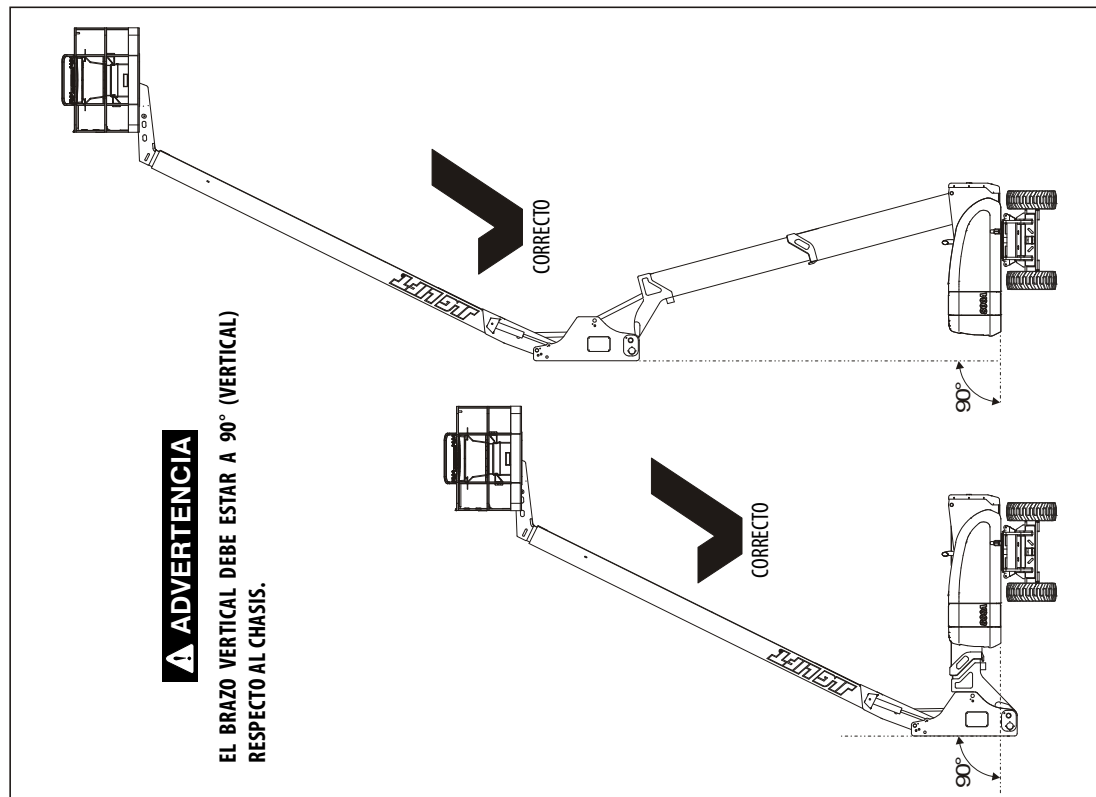
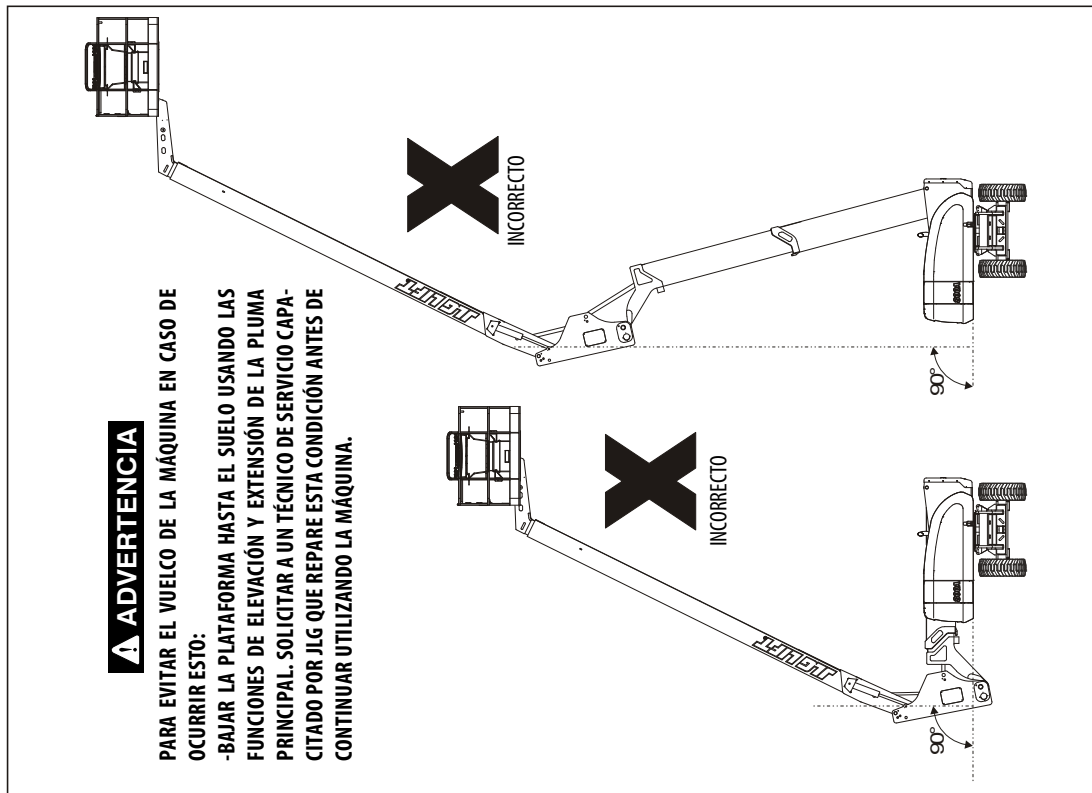

Figura 2-7. Colocación de brazo vertical de pluma — Correcto
Figura 2-8. Colocación de brazo vertical de pluma — Incorrecto
23. Brazo vertical — En posición vertical respecto al chasis. Consultar la Figura 2-7. y la Figura 2-8. Si no está alineado, no usar la máquina hasta que se haya sincronizado el brazo vertical de acuerdo con la Sección 4.16.
- c. Elevar la pluma de base de torre aproximadamente 40 grados, luego bajar nuevamente la pluma de torre por debajo de la posición horizontal. Mientras se eleva y baja el conjunto de pluma de torre, observar la posición del brazo vertical. Asegurarse que el brazo vertical permanezca vertical respecto al chasis. Consultar la Figura 2-7. y la Figura 2-8.